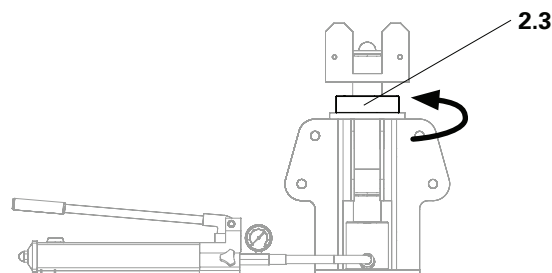

Fig. C2.01c
3. Serrare il dado dell'albero di testa (2.3). (Fig. C2.01c)